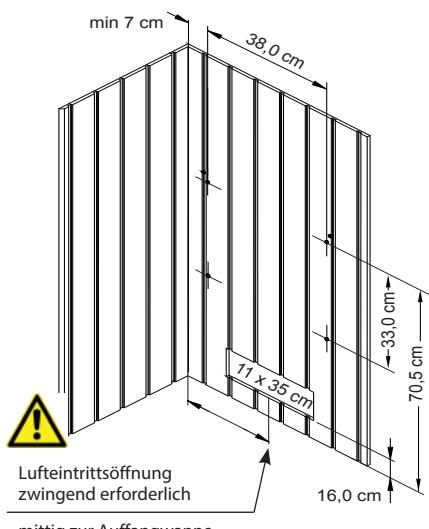

Abb. 2
1. 4 Befestigungsschrauben gemäß Abb. 2 über der Luftfeintrittsöffnung so in die Kabinenwand schrauben, dass zwischen Wand und Schraubenkopf noch ca. 3 mm Platz ist.